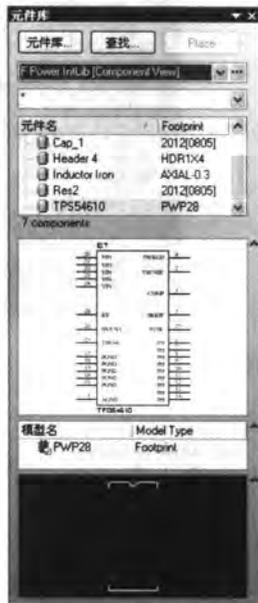

图 10-37 创建集成元器件库
- [5] 系统自动生成了元器件集成库“F Power.IntLib”，并显示在【元件库】面板中，如图 10-37 所示。